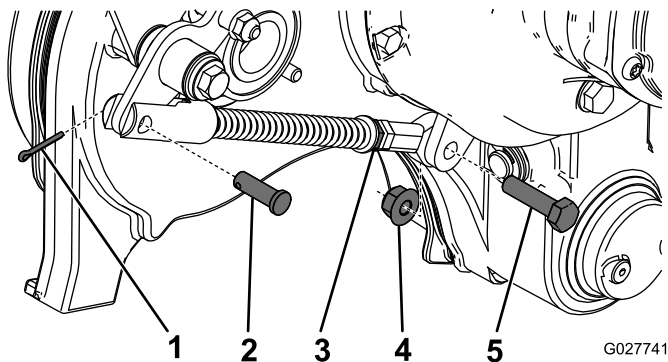

Figura 47
3. Retire la chaveta, el pasador, la tuerca y el perno que sujetan el acoplamiento de la palanca acodada a la máquina (Figura 47).
5. Apriete la contratuerca e instale el acoplamiento de la palanca acodada usando las fijaciones que retiró anteriormente (Figura 47).